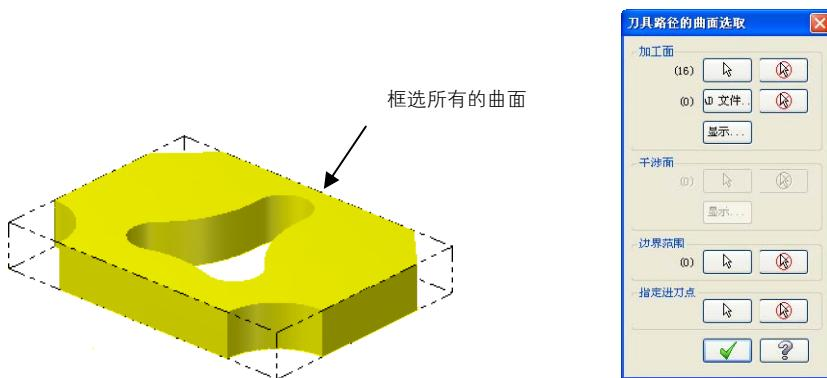

图 2-77 选取加工曲面
① 选择主菜单中的“刀具路径” | “曲面粗加工” | “粗加工挖槽加工”命令，或直接在刀具路径管理器的树状结构图空白区单击鼠标右键，在弹出的快捷菜单中选择“铣削刀具路径” | “曲面粗加工” | “曲面挖槽”命令。
② 在弹出的“选取工件的形状”对话框中选中“未定义”选项并单击“确定”按钮，再在弹出的“输入新的NC名称”对话框中输入产品并单击“确定”按钮，然后根据系统提示选取加工的曲面并按回车键，最后在弹出的“刀具路径的曲面选取”对话框中单击“确定”按钮，如图2-77所示。